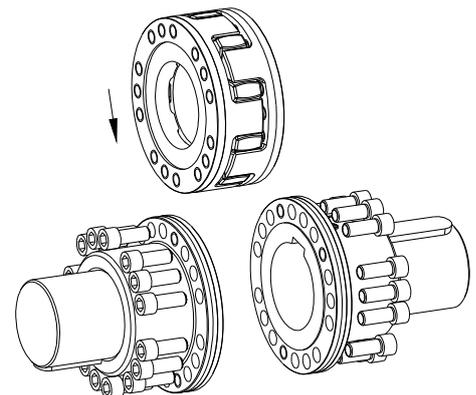

Figura 16
- Posicionelo entre las bridas de los acoplamientos (ver figura 16).